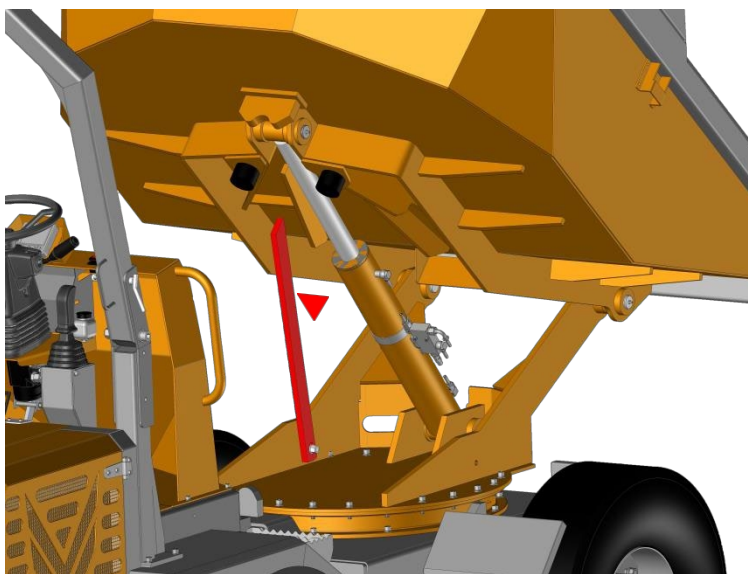

Figure 34. Accès sous la benne.
f. Réalisation de réparations sur le vérin hydraulique et sa vanne d'arrêt sous la benne : ouvrez le support et soulevez-le pour le placer sous la benne afin de la maintenir en place (figure 34), abaissez la benne jusqu'à ce qu'elle repose fermement sur le support, puis commencez ensuite les travaux d'entretien.